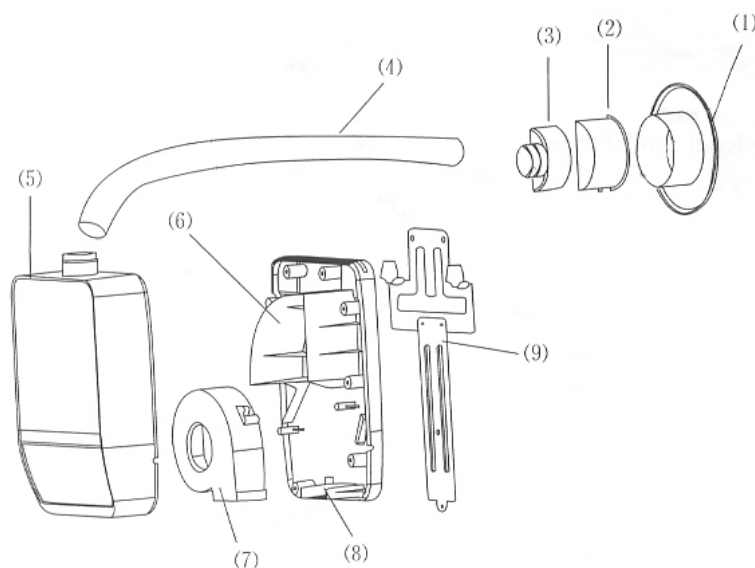

Рис. 5.3.1
Установка притока свежего воздуха HZ03 (рис. 5.3.1) представляет из себя устройство, состоящее из пластикового корпуса (передняя панель поз. 5 и задняя панель поз. 8), центробежного вентилятора (поз.7), монтажной панели (поз. 9) и воздуховыпускной трубы (поз. 4) с адаптером (поз. 3), корпусом решетки (поз. 2) и гильзой монтажной (поз.1). Электропитание осуществляется через блок питания (поз. 6).
- В корпус решетки устанавливается адаптер поз. 3 (рис. 5.3.1), в который подключается воздухозаборная труба поз. 4.